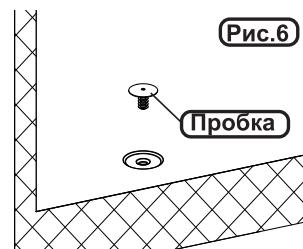

Рис.6
2. Установите под ларь, в район сливного отверстия емкость для сбора талой воды, на дне внутреннего бака выньте пробку из отверстия стока талой воды.(Рис.6)